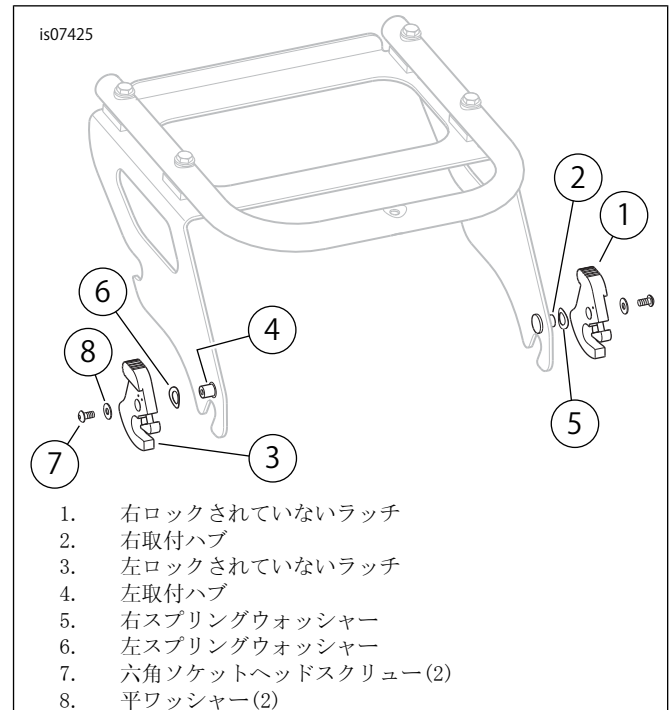
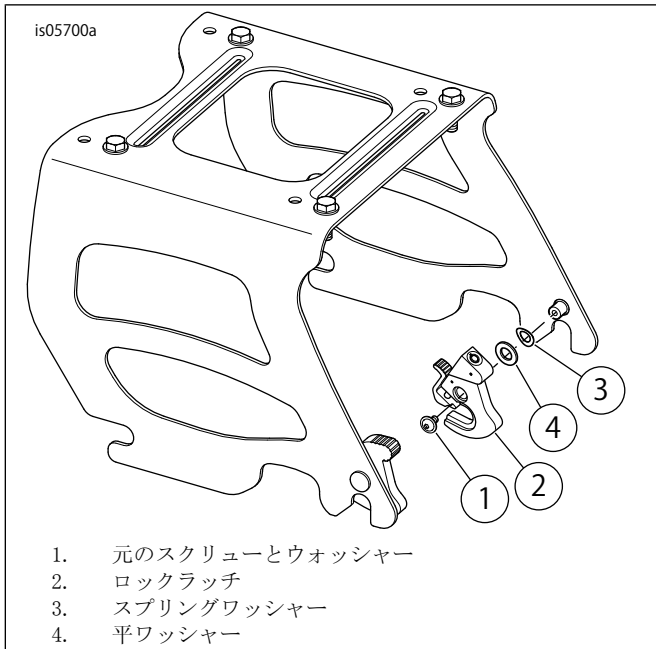

図1. ラッチスワップ(スワップ構成が表示される前)
図5。内側右のインストール
1. 「図1」を参照。右のロックされていないラッチ(1)を取り外します。右スプリングウォッシャー(5)を右取り付けハブ(2)に残しておきます。
Two-Up Tour-Pak Rack	図1、ラッチスワップANDを参照してください 図5、内側右のインストール
1. 「 図5 」を参照。 右ロックされていないラッチを取り外し、破棄してください。